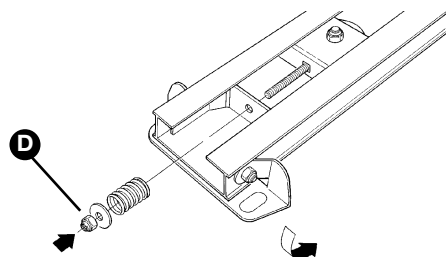

Figure 31
- 5 Introduire dans la vis du renvoi de tension de la courroie le ressort, la rondelle et l'écrou M8 [D], comme indiqué sur la figure 31.